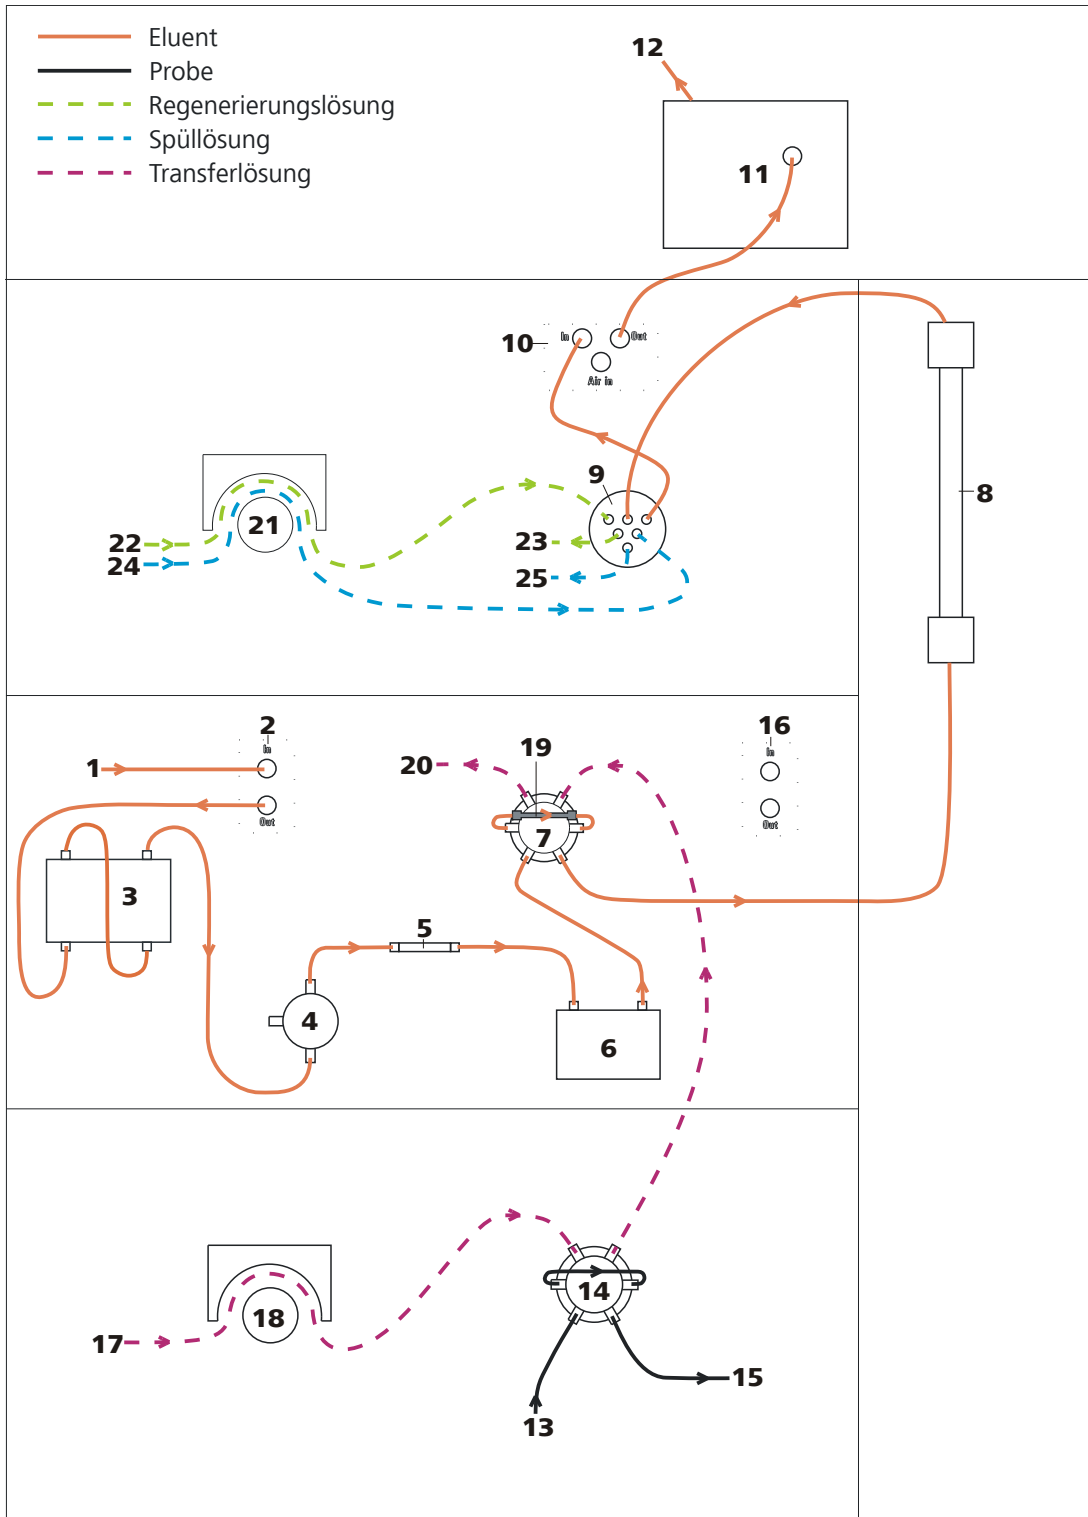
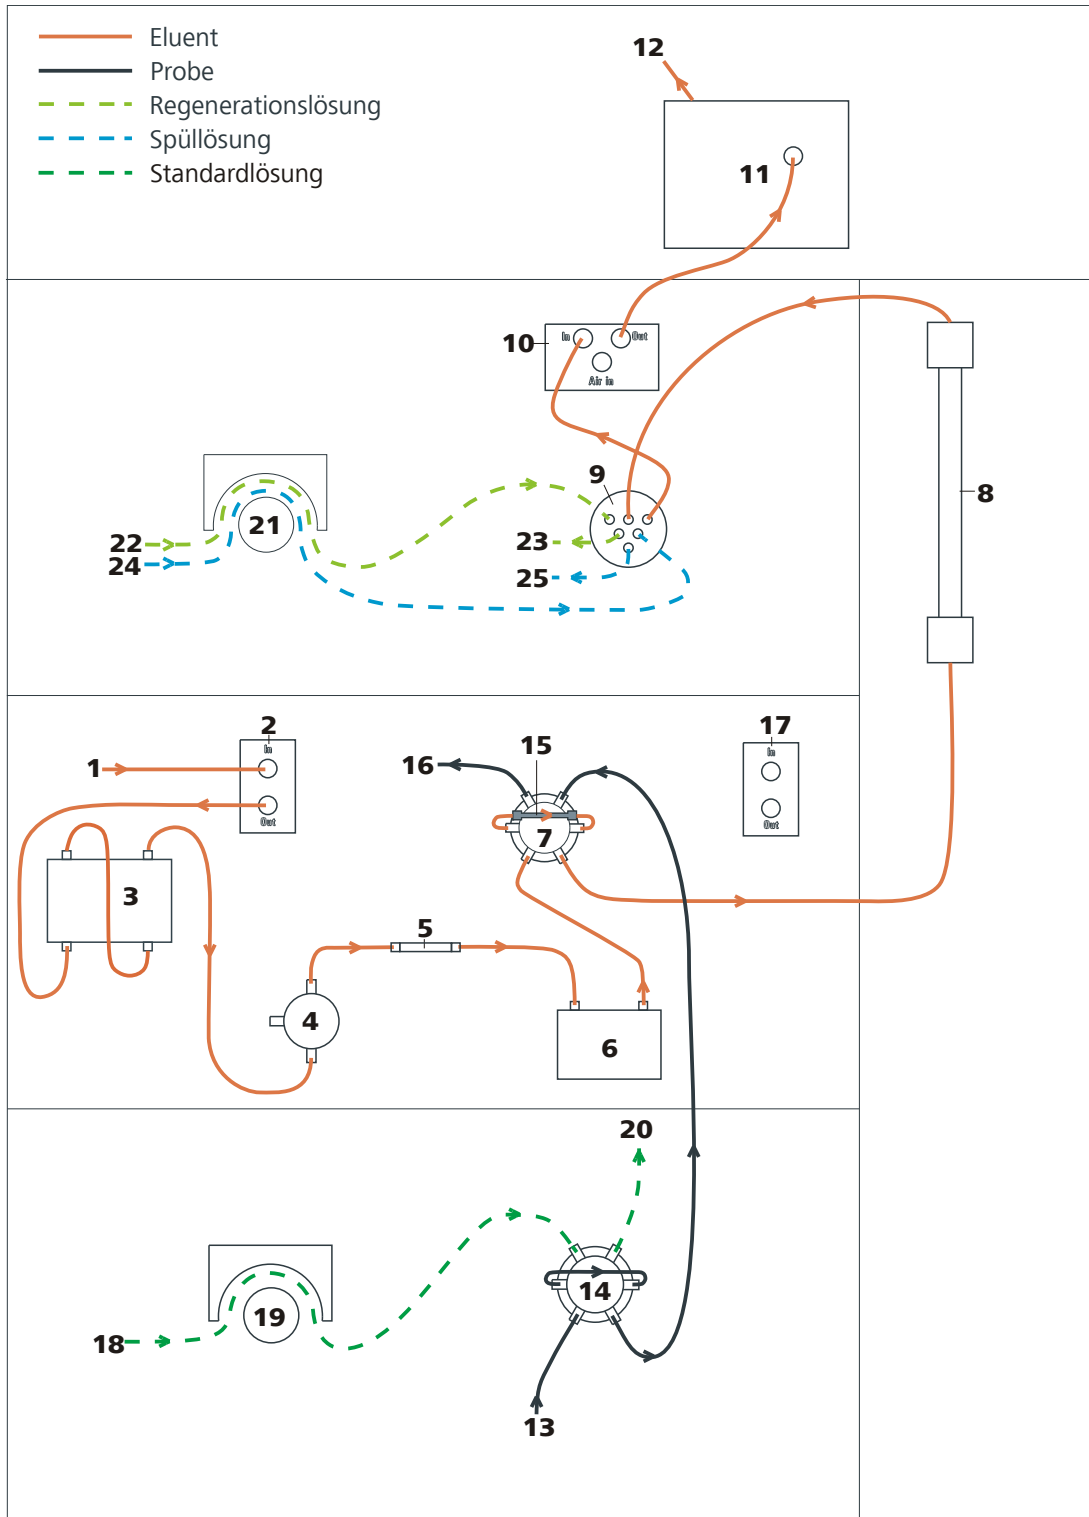

Abbildung 2 Flussschema für Matrixeliminierung mit Transferverfahren
Abbildung 3 Flussschema für Standardaddition mit Anreicherung
*Abbildung 2 Flusschema für Matrixeliminierung mit Transferverfahren und Abbildung 3 Flusschema für Standardaddition mit Anreicherung zeigen die Flusspfade für zwei mit dem 2.850.2150 durchführbare Analysetechniken. Bei beiden Schemas sind auch die Pfade für die sequentielle Suppression (MSM (2-9) und MCS (2-10)) eingezeichnet. Nicht eingezeichnet sind Flüssigkeitsbehälter (Eluentenflasche, Probengefäss, Abfallbehälter, Hilfslösungsbehälter) und Vorsäule (*siehe Kapitel 2.22, Seite 64*). Die grafische Anordnung der Module entspricht der Frontansicht des Gerätes. Welche Druckschrauben, Anschlüsse und Kupplungen verwendet werden, ist in den Installationskapiteln der einzelnen Module beschrieben.*